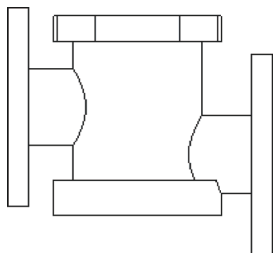

图 14-31 打开模型文件
STEP 01 单击快速访问工具栏中的“打开”按钮，打开模型文件，如图 14-31 所示。